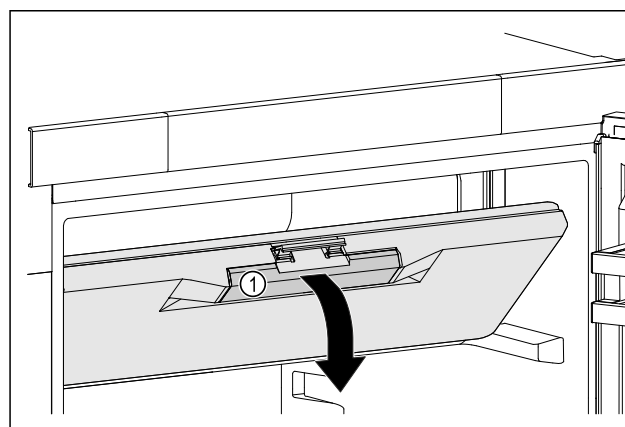

Fig. 45
- Gefrierfachtür an der Griffmulde Fig. 45 [1] anfassen.